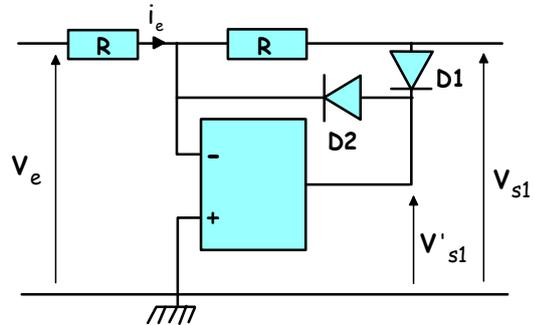

Fig 1
A) on considère le montage de la figure 1 : l'amplificateur opérationnel est idéal, si $V_D < 0,6V$ la diode est bloquée ($I_D = 0A$) et quand la diode est passante la tension à ses bornes est de $V_D = 0,6 V$.